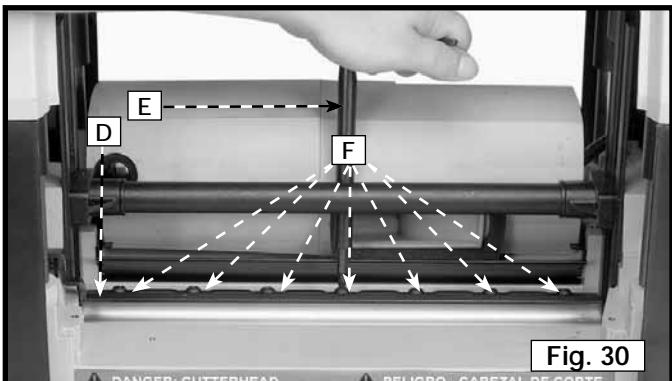

Fig. 30
6. Utilizando la llave de tuerca (E), Fig. 30, desenrosque los siete tornillos (F) solamente lo suficiente hasta que la barra de fijación (D) se separe de la cuchilla, permitiendo quitar la cuchilla.